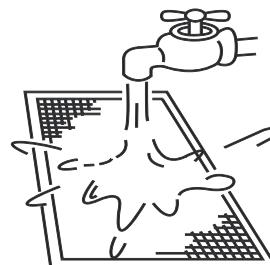

Figura 13.3
- b. In caso di utilizzo di acqua pulita, il lato di aspirazione dell'aria deve essere rivolto verso il basso (fare riferimento alla Figura 13.3).